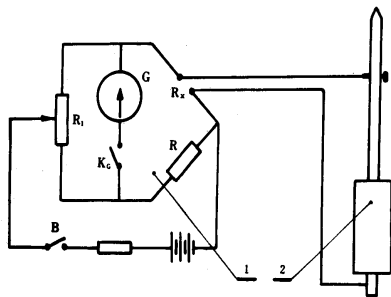

图 2 电桥与试样槽的电路连接
- 6.1 调整电阻率测定仪底座脚垫,使其保持水平。连接试样槽与电桥的电线,将电桥中的检流计调整到零位。如图 2。